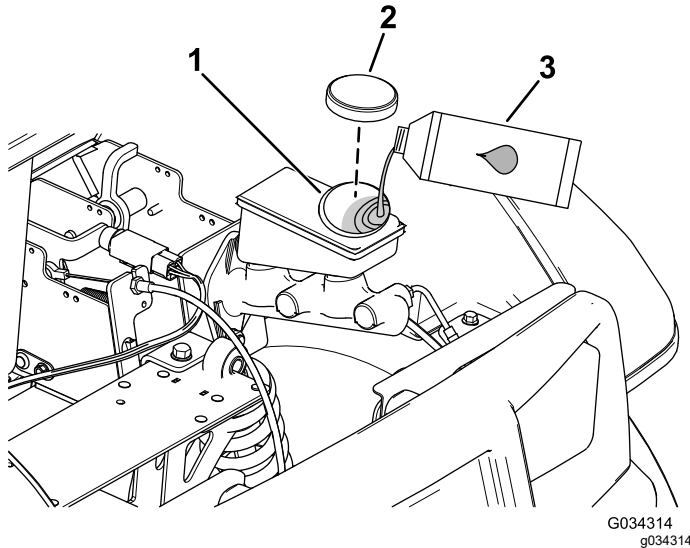

図 63
4. フードを持ち上げてブレーキのマスターシリンダとブレーキ液タンクにアクセスできるようにする 図 63。
A. ウェスでタンクのキャップの周囲をきれいに拭いてキャップ外す 図 63。
C. タンクにキャップを取り付ける 図 63。